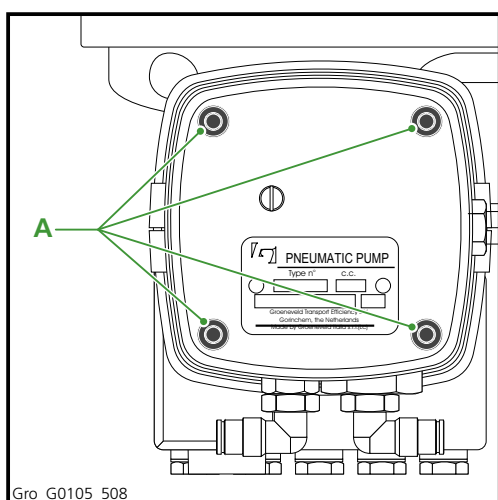

Fig 5.9 Viti di montaggio
1. Rimuovere le 4 viti di montaggio dalla calotta di protezione del contatore di frenate utilizzando un'apposita chiave a brugola (Fig 5.9).
gola (Fig 5.9).
1. Rimuovere le 4 viti di montaggio dalla calotta di protezione del timer utilizzando un'apposita chiave a brugola (Fig 5.9).
1. Rimuovere le viti di montaggio dalla calotta di protezione del timer utilizzando un'apposita chiave a brugola (Fig 5.9).